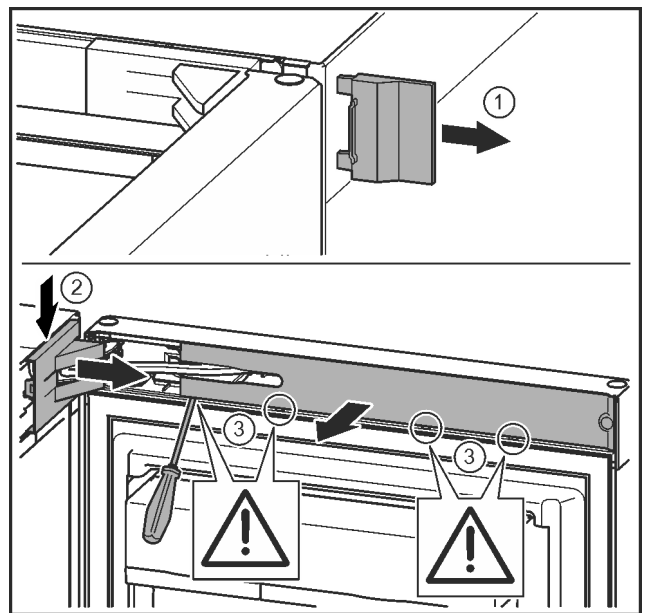

Fig. 10
- Äußere Abdeckung abnehmen. Fig. 10 (1)
- Lagerbockabdeckung austragen und lösen. Lagerbockabdeckung abnehmen. Fig. 10 (2)
- Blende mit Schlitzschraubendreher austragen und zur Seite schwenken. Fig. 10 (3)